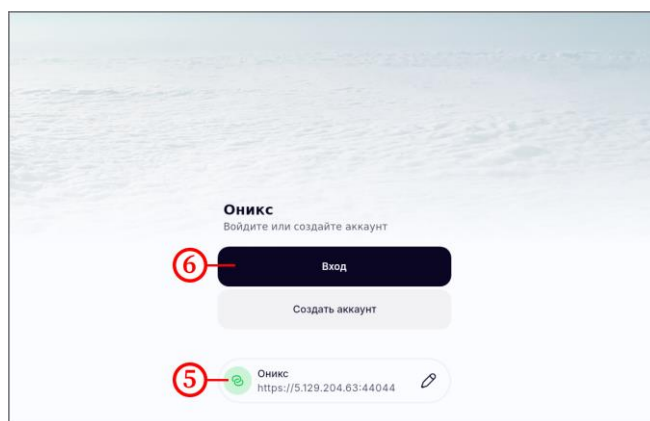

Рисунок 6
- убедиться, что подключение к серверу установлено  (рисунок 6, шаг 5);
- нажать на кнопку «Вход» (рисунок 6, шаг 6);